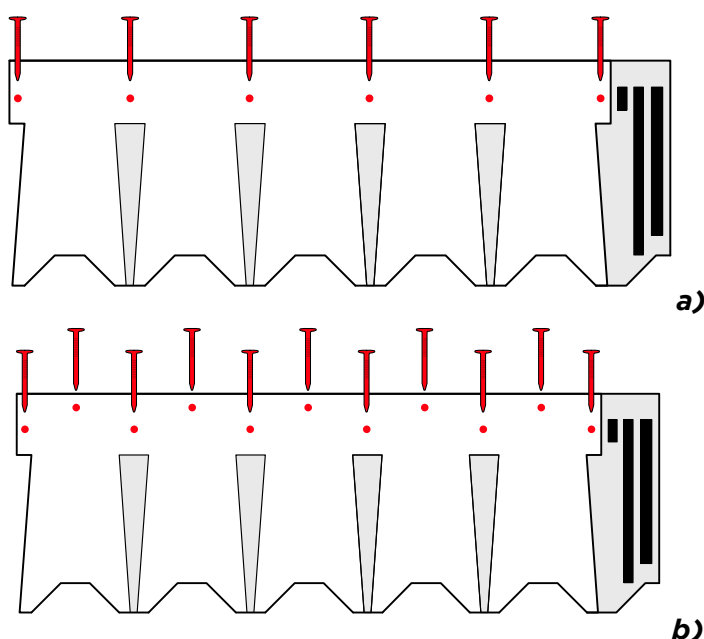

Fig. 11 - Chiodatura tegole **a)** pendenze $< 60^\circ$; **b)** pendenze $> 60^\circ$
- Posare le tegole restanti della prima fila, procedendo verso sinistra: rimuovere i film protettivi, alzare il bordo sinistro della prima tegola posata, infilare sotto la nuova tegola e procedere a fissare la nuova e la vecchia tegola con 6 chiodi, come da Fig. 11 a).
- Nel caso di pendenze di falda tra 60°- 85°, posizionare 5 chiodi aggiuntivi, per un totale di 11 chiodi per tegola, come da Fig. 11 b).